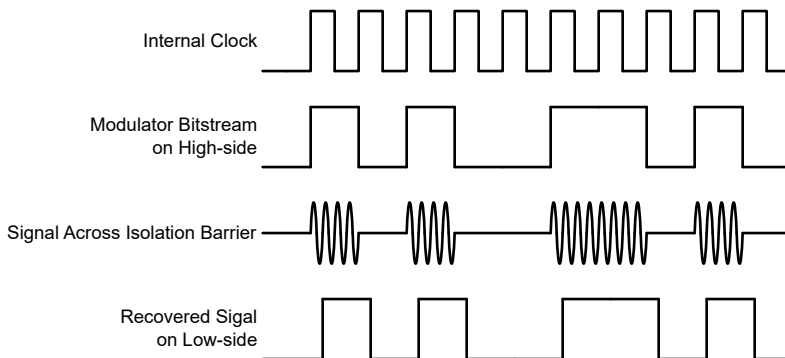

图 7-1. 基于 OOK 的调制方案
如图 7-1 中所示，AMC0381D-Q1 使用开关键控 (OOK) 调制方案跨过基于 SiO_2 的隔离栅传输调制器输出位流。发送驱动器 (TX) 如 功能方框图 中所示。TX 跨过隔离栅发送一个内部生成的高频载波来表示数字一。而 TX 不发送信号则表示数字零。AMC0381D-Q1 内使用的载波标称频率为 480MHz。